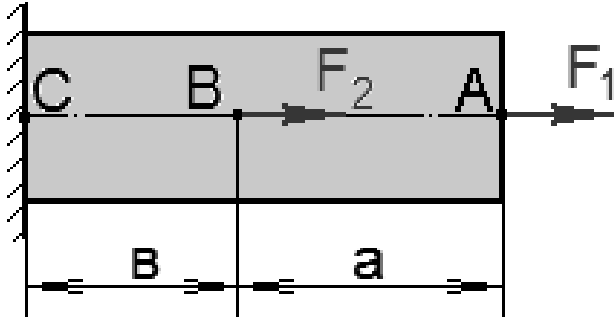

Рисунок 1.2
**Задача №3.** Для прямого бруса, находящегося под действием сил  $F_1=40\text{Н}$ ,  $F_2=30\text{Н}$ ,  $F_3=90\text{Н}$  (рис. 1.2), требуется построить эпюры продольных сил  $N$  и нормальных напряжений  $\sigma$ . Площадь поперечного сечения  $A=0,08\text{м}^2$ . Собственный вес бруса в расчет принимать не будем.